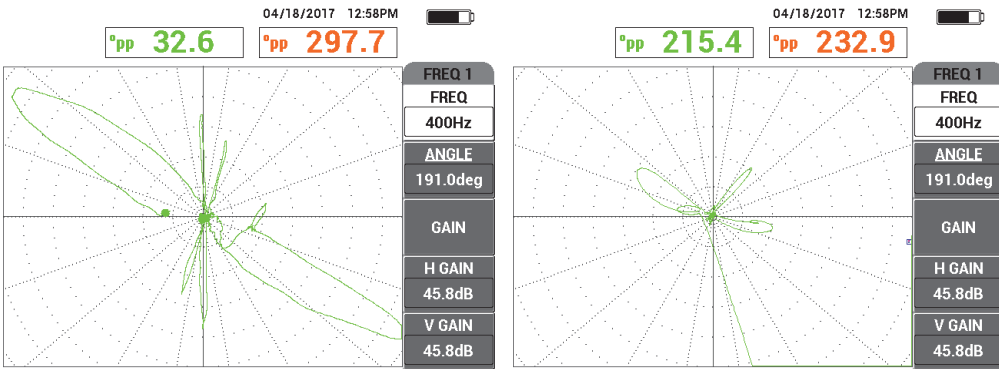

Figura 5-196 Taxa baixa de rastreamento (sinal ideal, esquerda) e taxa alta de rastreamento (perda de sinal, esquerda)
7. Rastreie lentamente todo o tubo e, em seguida, pressione a tecla FREEZE (❄), ao concluir (veja Figura 5-196 na página 272).